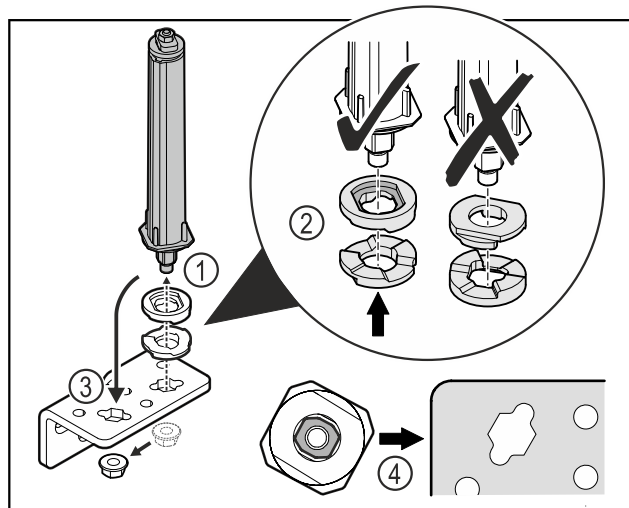

Fig. 37
- ▶ Oldja ki az anyát, és távolítsa el az ajtózáro rendszert Fig. 37 (1).
- ▶ Ügyeljen a magasságállító alátétek helyes beigazítására Fig. 37 (2).
- ▶ Helyezze át az ajtózáro rendszert a zsanéridomban, és rögzítse az anyával Fig. 37 (3).
- ▶ Behelyezéskor ügyeljen az ajtózáro rendszer helyes beigazítására Fig. 37 (4).